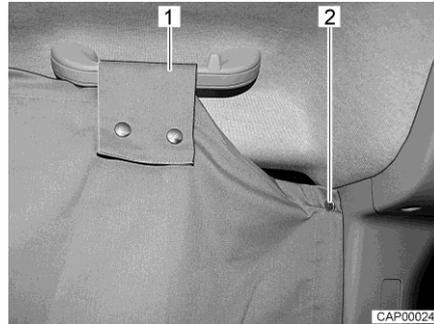

Bild 16 Fahrerhausverdunklung an Seitenscheibe
- Fahrerhausverdunklung auf einer Seite des Fahrerhauses befestigen. Dazu zwei Druckknöpfe (Bild 16,2) hinter der Seitenscheibe an der B-Säule befestigen.
- Schlaufe (Bild 16,1) über den Handgriff oberhalb der Seitenscheibe führen und mit Druckknöpfen befestigen.